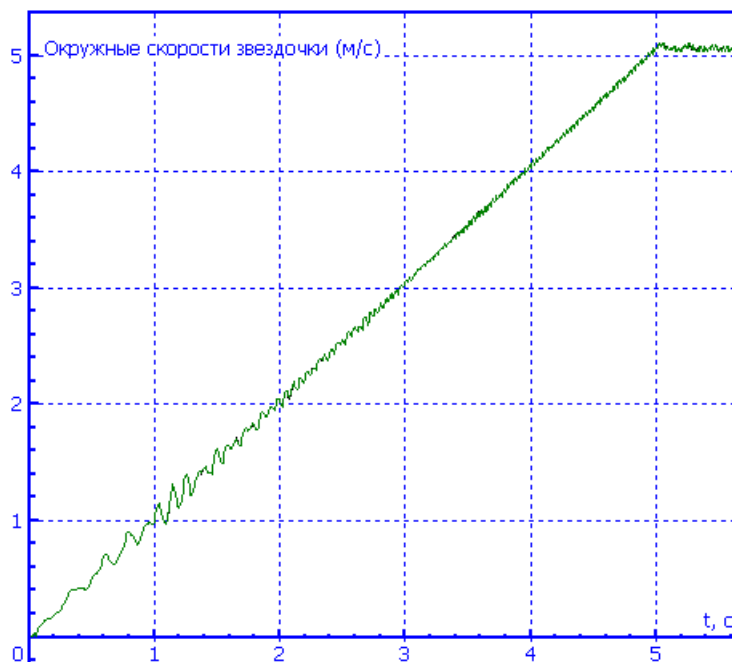

Рис. 56 Зависимость окружных скоростей от времени
- 3) Выполните тест. Графики зависимостей окружных скоростей от времени представлены на рис. 56.